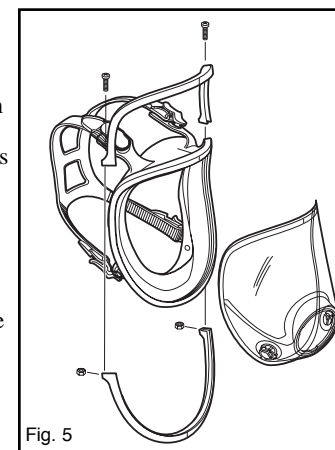

Fig. 5
2. Posicione a moldura inferior, alinhando a marca vertical central e pressione no lugar. (Fig. 5)